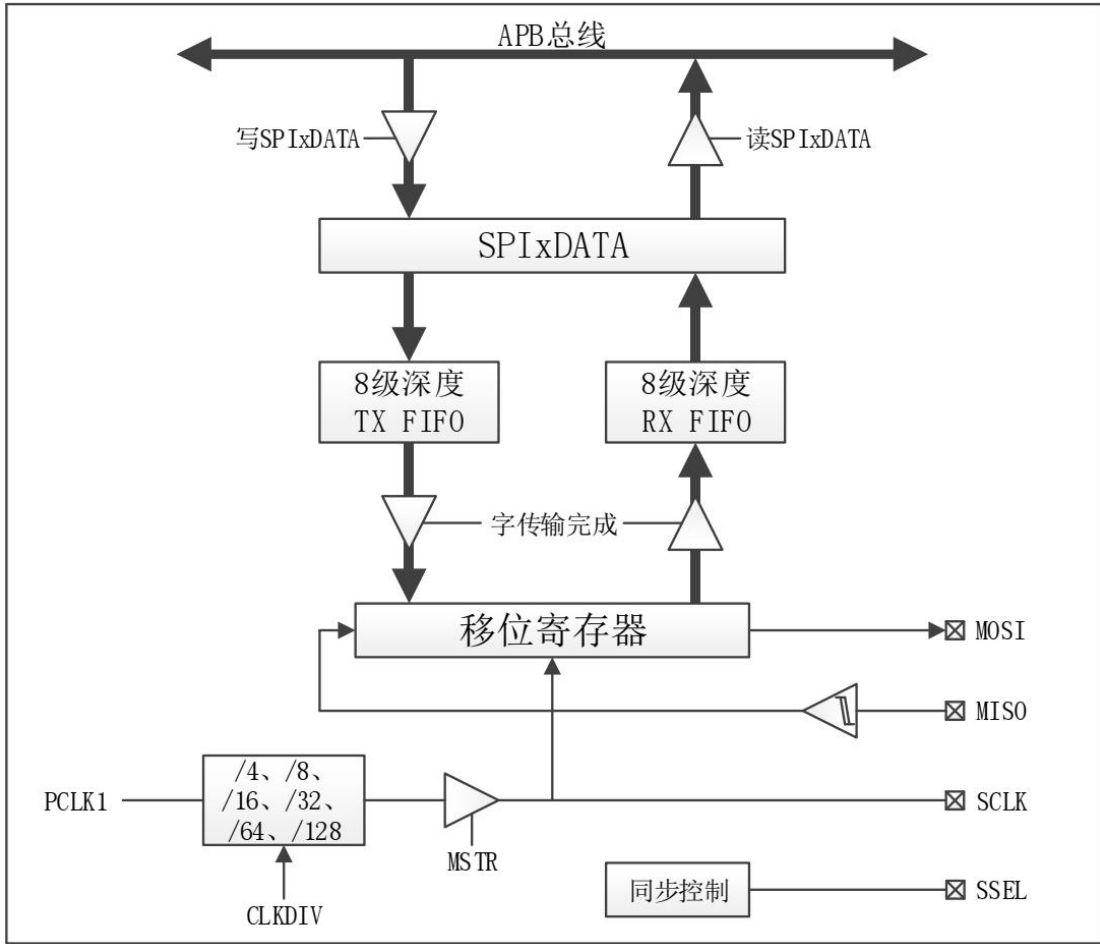
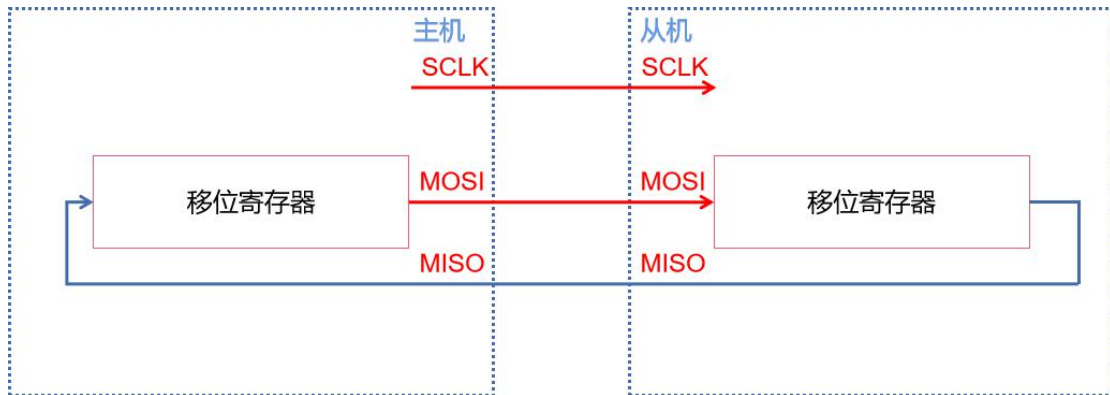

图 2-6-1 SPI 模块功能框图
图 2-6-2 SPI 工作原理框图
其模块框图如图 2-6-1 所示:
②SPI 的核心是一个移位寄存器，上面的图 2-6-1 并不贴切，抛开芯片相关的内容，我们根据图 2-6-2 单独剖析 SPI 的数据收发流程：
如图 2-6-2 所示，主机的移位寄存器与从机的移位寄存器构成了一个环形结构。可以这样说，移位寄存器相当于一个管道。